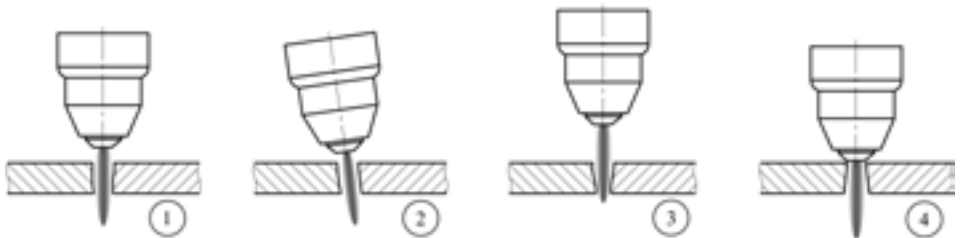

Рис. 7.7. Влияние угла наклона на качество реза.
- Угол наклона плазматрона относительно разрезаемого металла (см. рис. 7.7).